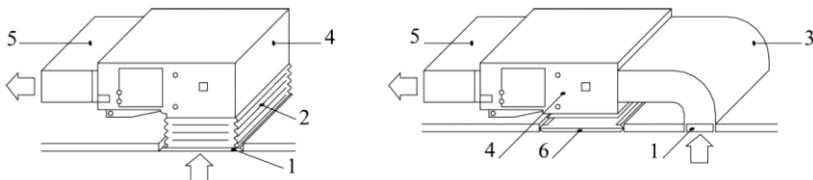

Abb. 12
- e. Die Installationsart ist mit Rücksicht auf die Situation im Gebäude, die Wartung usw. auszuwählen (siehe Abb. 12).